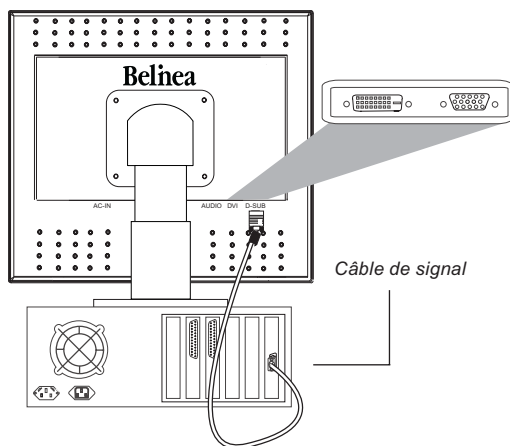
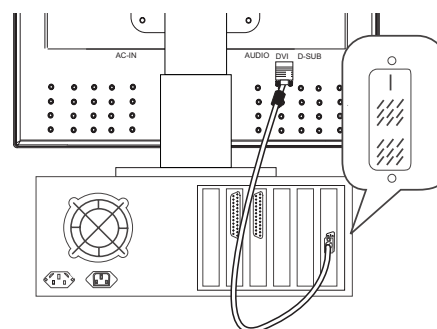

Figure 2a. Raccordement du moniteur au PC
Figure 2b. Connexion via l'interface DVI-D
2. Connectez le câble à 15 broches du signal vidéo à au moniteur et au PC (voir figure 2a).
3. Si vous utilisez une carte graphique dotée d'un connecteur DVI-D numérique (connecteur à 24 broches), connectez une extrémité du câble DVI-D (non fourni) au moniteur (voir fig. 2b) et l'autre extrémité au PC.
Utilisez la touche **▼** (② dans la figure 4) pour sélectionner le signal d'entrée. Le moniteur propose les options de connexion suivantes : carte vidéo analogique via le port Mini-D-SUB à 15 broches (voir figure 2a) et la carte vidéo numérique via le port DVI-D (voir figure 2b).